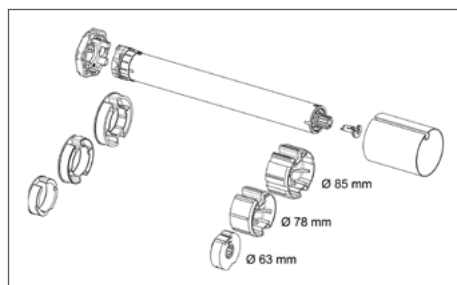

Figure 1 : exemples de différentes tailles d'axes
1. Déterminer la taille de la bague d'appui et de l'accouplement en fonction de la taille de l'axe (figure 1).